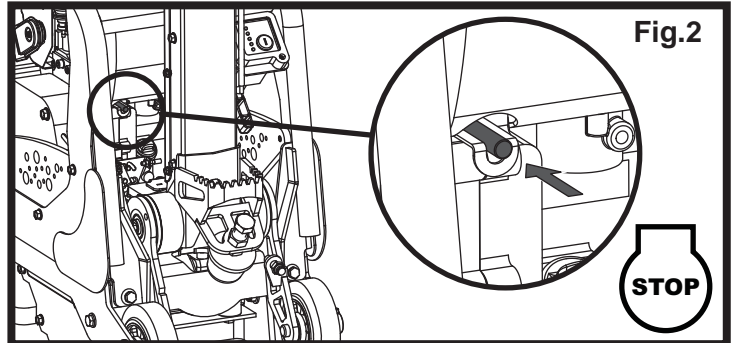

Fig.2
1. Om de motor te starten zet de gashendel in de ruststand (zie afb. 1) en druk vervolgens op de rode stopknop totdat de motor stopt (zie afb. 2).